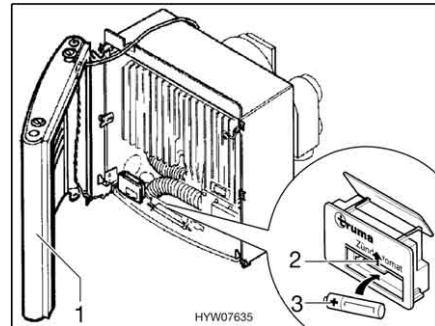

Fig. 111 Riscaldamento acceso
- Posare da un lato la copertura (Fig. 111,1) di modo da non dover estrarre il cavo di allacciamento per la ventola dell'aria calda e per la lampadina di controllo accensione.
- Spingere la copertura del vano batteria sul dispositivo di accensione (Fig. 111,2) verso l'alto.
- Inserire una nuova batteria (Fig. 111,3) dello stesso tipo nel vano batteria del dispositivo di accensione rispettando la polarità (+/-). Utilizzare soltanto batterie Mignon resistenti alle alte temperature (+70 °C) e sicure da perdite.